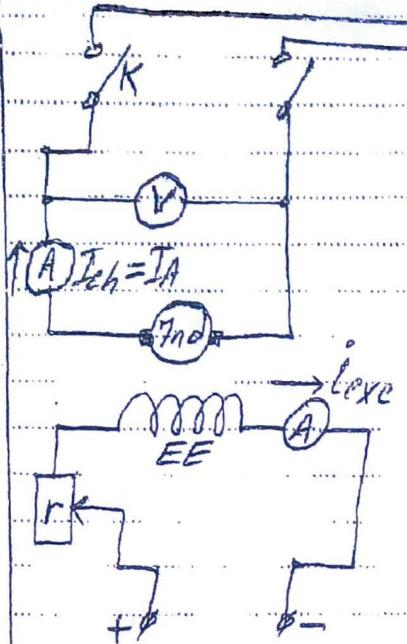

Fig.1
Avec les conventions de signe de la fig. 1 qui correspondent à la marche en moteur, si la tension U aux bornes reste de même signe, en génératrice le courant I est négatif. L'induit n'absorbe pas de courant, il en crée.
On relève la caract. de réglage en faisant varier le courant de charge et en réglant le courant d'excitation de telle manière que la U entre les bornes de la machine reste constante. Pour maintenir U constante lorsque le courant débité augmente, il devient nécessaire d'accroître le courant d'excitation. Pour relever cette caractéristique, on utilise le schéma de la fig.1.
- 1) L'excitation séparée (fig.1)